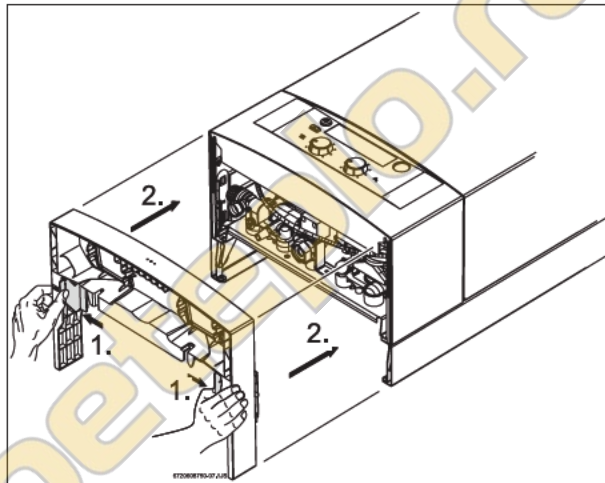

Рис. 17. Положение установки декоративной панели
- ▶ Установить декоративную панель, как показано на рис. 17.